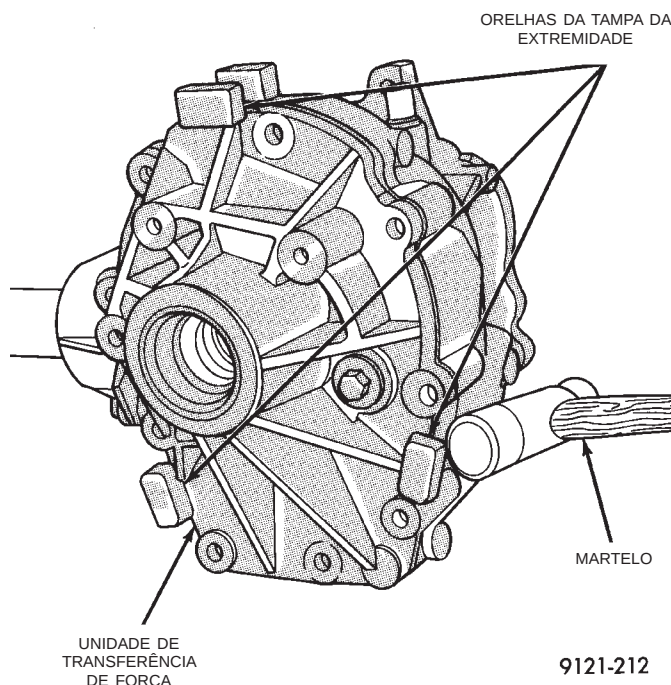

Fig. 42 Remoção da Tampa da Extremidade
- (3) Bata nas orelhas da tampa da extremidade para separar a tampa da caixa (Fig. 42).